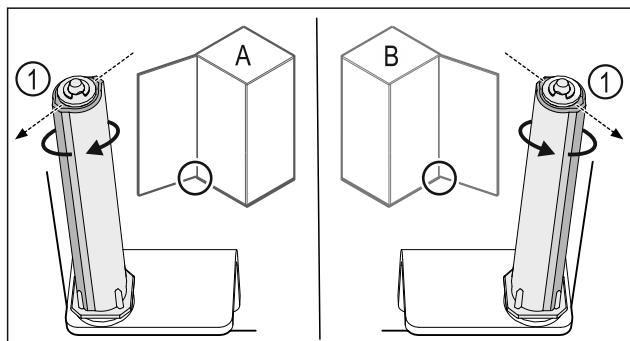

Fig. 43 Levo omejilo (A) / desno omejilo (B)
- Obrnite zaporni sistem proti uporu, dokler ni mostiček zapornega sistema Fig. 43 (1) obrnjen navzven.